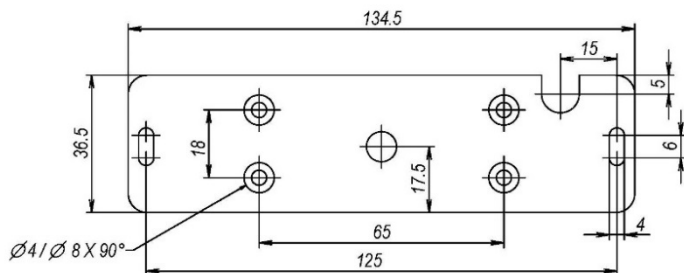

Рисунок 4 – Основание корпусной части
5.2 Основание корпусной части крепится на дверной коробке через два овальных отверстия саморезами 3 мм с учетом габаритно-установочных размеров (рисунок 4) и расположения выводов управления. Далее на ось основания устанавливается корпусная часть и при закрытой двери перемещением основания с корпусной частью вдоль овальных отверстий достигается совпадение рабочих поверхностей корпусной части и якорной пластины. Для обеспечения эксплуатационных характеристик рабочие поверхности корпусной части и якорной пластины должны плотно прилегать при закрывании двери.